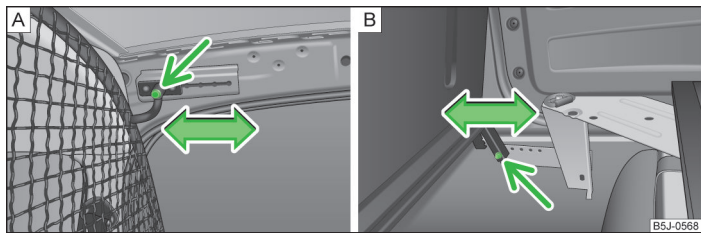

Fig. 78 Prinderea superioară/inferioară a peretelui despărțitor de siguranță
- › Pe fiecare parte, în zona superioară a caroseriei, deșurubați un șurub » fig. 78 - [A], și în zona inferioară, un șurub » fig. 78 - [B].